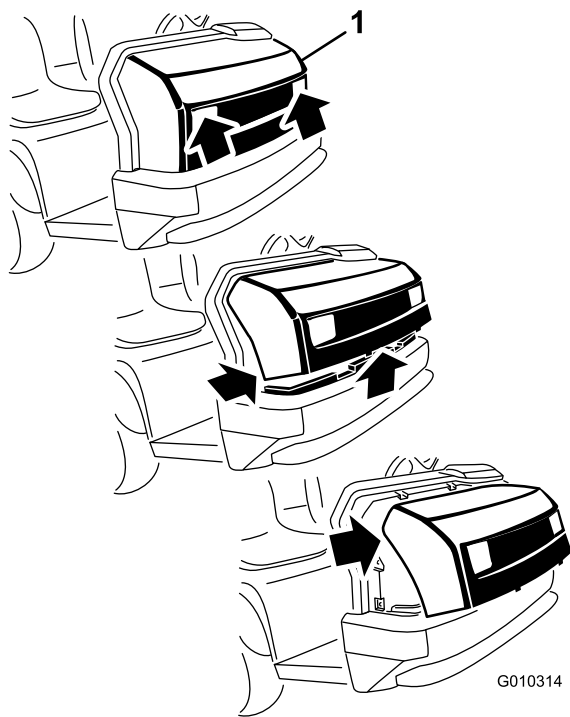

図 40
1. ヘッドライトの開口部でフードをつかみ、フードを持ち上げて、下側の取り付けタブをフレームの穴から外す（図 40）。
2. フードの下側を手前に持ち上げてから下に引っ張り、上側の取り付けタブをフレームの穴から外す (図 40)。
3. フードの上側を手前に倒し、ヘッドライトからワイヤ・コネクタを抜く (図 40)。